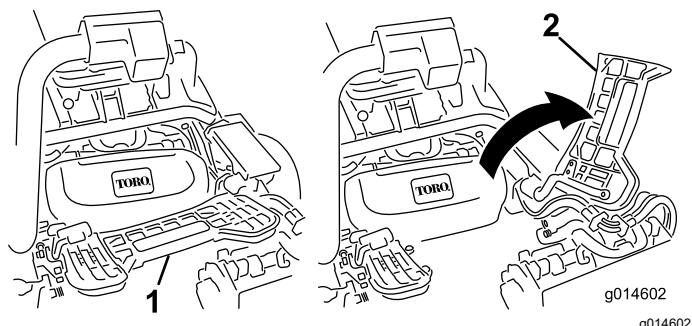

Figura 56
- Levante el reposapiés y gírelo hacia arriba, para tener acceso a la posición de la unidad de corte central (Figura 56).